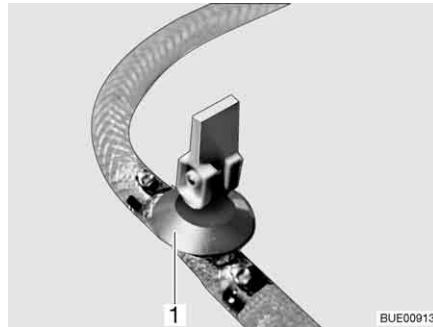
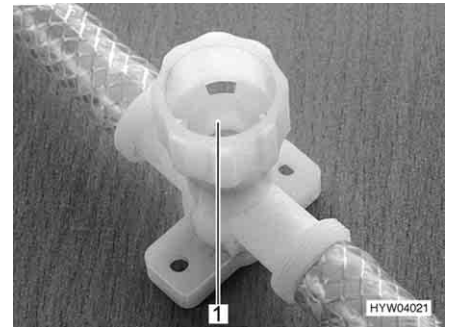

Bild 241 Ablasshahn (mit Kipphebel)
Bild 242 Ablasshahn (mit Drehkappe)
- Alle Ablasshähne öffnen. Dazu den Kipphebel des Ablasshahns (Bild 241, 1) senkrecht stellen oder die Kappe des Ablasshahns (Bild 242, 1) entgegen dem Uhrzeigersinn drehen.